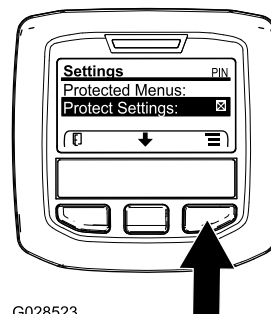

図 48
1. 保護メニューにアクセスし、サブメニューのロックを解除する 図 48 アクセス制限付きメニューへのアクセス \(ページ 28\)を参照。